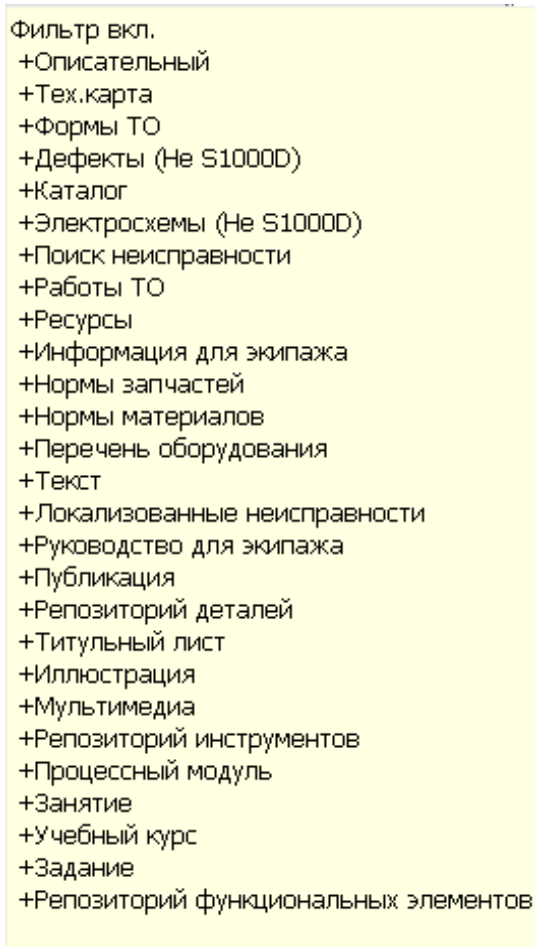

Рисунок 347
2) Выберите команду **Изменить фильтр**. При этом появится окно выбора фильтра (рисунок 347).